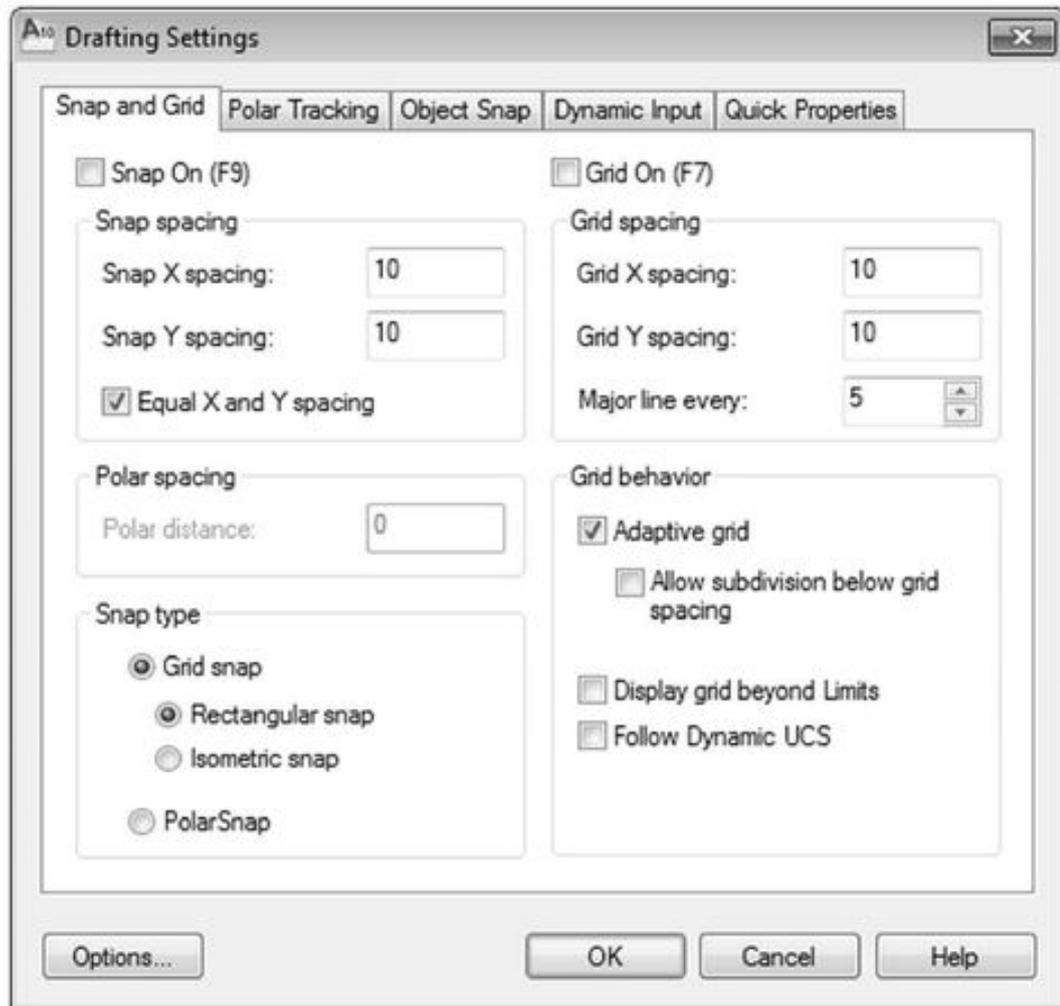

Рис. 3.14. Диалоговое окно настройки режимов привязки
Дискретная привязка обеспечивает строгое позиционирование курсора относительно сетки привязки (*Snap*). Этот режим настраивается на вкладке *Snap and Grid (Шаг и сетка)* диалогового окна *Drafting Settings (Режимы рисования)* (рис. 3.14). Для вызова этого окна
Шаг вспомогательной сетки устанавливается в разделе *Grid (Сетка)*. Для этого предназначены поля *Grid X spacing (Шаг сетки по X)* и *Grid Y spacing (Шаг сетки по Y)* диалогового окна *Drafting Settings* (рис. 3.14).
Чтобы определить шаг привязки к полярным углам, следует открыть диалоговое окно *Drafting Settings (Режимы рисования)* (см. рис. 3.14) на вкладке *Snap and Grid (Шаг и сетка)*. В нижней части этой вкладки находятся поля настройки параметров полярной привязки. Для активизации режима следует включить опцию *PolarSnap (Полярная привязка)* раздела *Snap type (Тип привязки)*, а затем ввести значение в поле *Polar distance (Шаг полярной привязки)*, которое будет автоматически отслеживаться на направляющих. Кроме того, в контекстном
1. Вызвать контекстное меню кнопки *Snap Mode (Шаговая привязка)*, выбрать в нем команду *Settings (Параметры)*, а затем в диалоговом окне *Drafting Settings (Режимы рисования)* в разделе *Snap type & style (Тип и стиль привязки)* (см. рис. 3.14) установить флажок *PolarSnap (Полярная привязка)*.